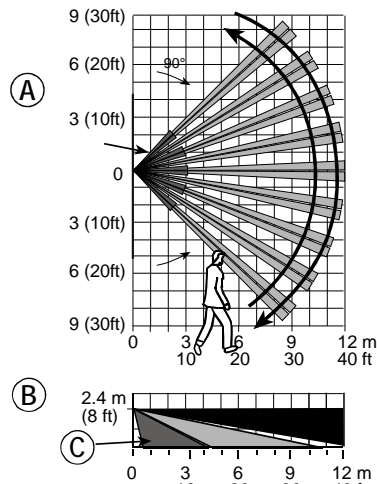

Fig. 5. Campo di copertura e Prova di copertura
- Prova di copertura - vedere Fig. 5. Camminare fino all'estremità della copertura in entrambe le direzioni. Il LED rosso si illumina ogni volta che viene rilevato il movimento quindi lampeggia tre volte.